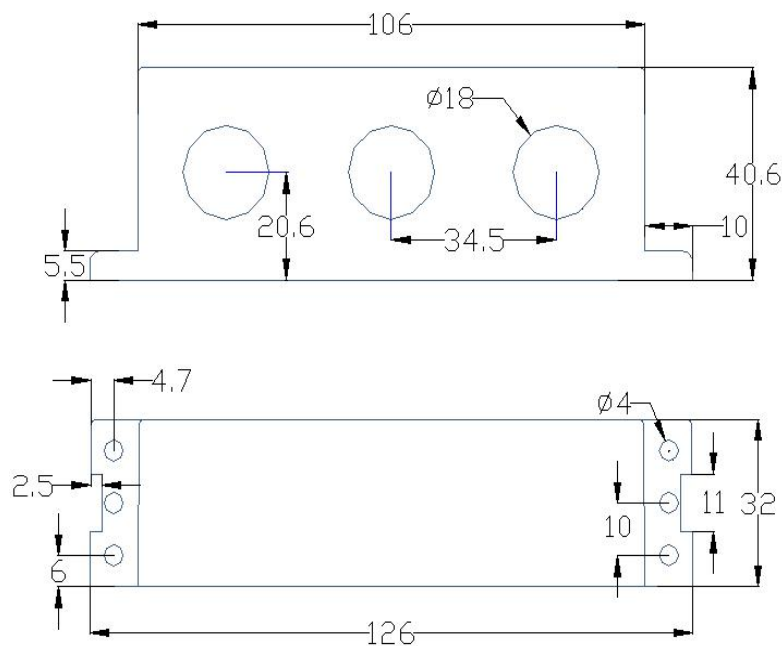

图 5 100A 及以下规格电流互感器外形尺寸
5.4.1 100A 及以下规格电流互感器外形尺寸如图 5 所示（单位：mm）：